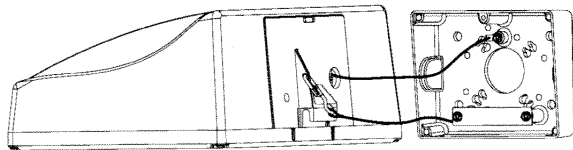

FIGURA 1
- Un método alternativo de instalación de la caja de montaje sobre una caja de salida de montaje empotrado es posicionar la cubierta trasera sobre la caja y fijarla firmemente con tirafondos (no suministrados) a través de los agujeros provistos en la cubierta trasera (vea la Figura 1).